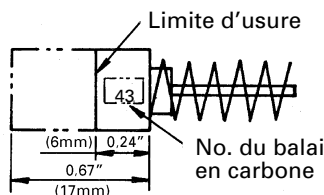

Fig. 17
2. Inspection des balais en carbone (Fig. 17)
REMARQUE: Utiliser le balai en carbone HITACHI No. 43 indiqué sur la figure 17.